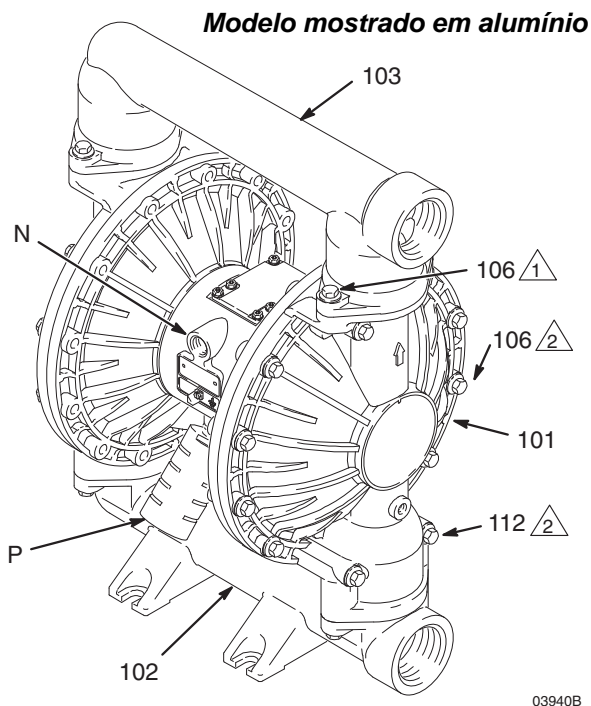

FIG. 3
- A bomba é muito pesada. Se tiver de ser movida, a bomba deve ser levantada por duas pessoas, agarrando com firmeza a tubagem de saída (103). Consulte FIG. 3 na página 10.